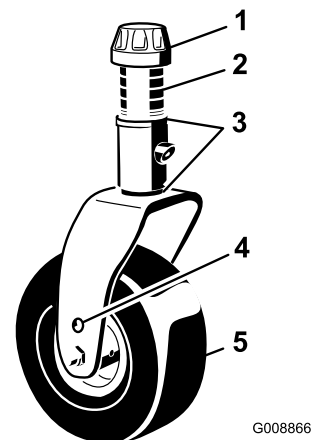

Figura 105
1. Retire tampa de tensionamento do eixo roscado e desloque o fuso para fora do braço da roda giratória (Figura 105).